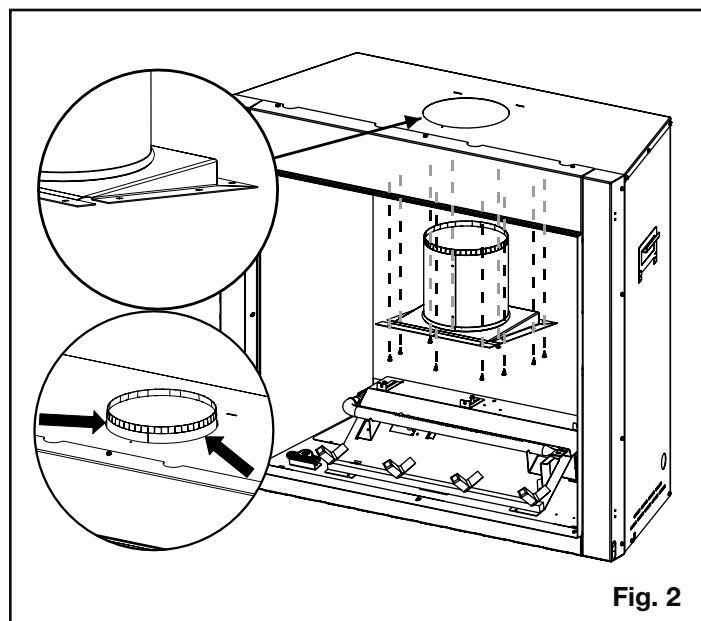

Fig. 2
4. Insérez l'ensemble du kit de ventilation avec le côté le plus grand du boîtier vers l'arrière de l'appareil. **(Fig. 2)**
6. Il est recommandé de sceller l'espace entre le collier et la partie supérieure de la coque extérieure avec un cordon de silicone haute température. **(Fig. 2)**